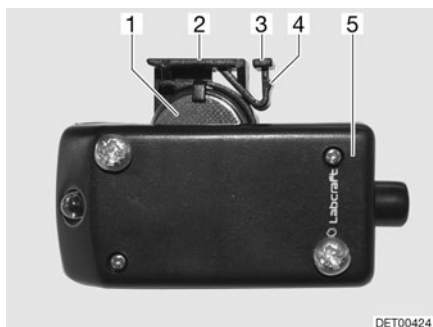

Fig. 258 Lámpara del armario ropero con el compartimento de la pila abierto
- En el lado superior de la lámpara del armario ropero (Fig. 258,5), empujar la orejeta de sujeción (Fig. 258,3) cuidadosamente hacia atrás. Queda libre la saliente (Fig. 258,4) de la orejeta de sujeción.
- Extraer el portador de la pila (Fig. 258,2) hacia arriba.
- Sacar la pila botón (Fig. 258,1) del portador de la pila.